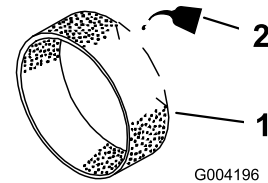

Figura 19
3. Ponga entre 30 y 60 ml de aceite en el pre-filtro (Figura 19).